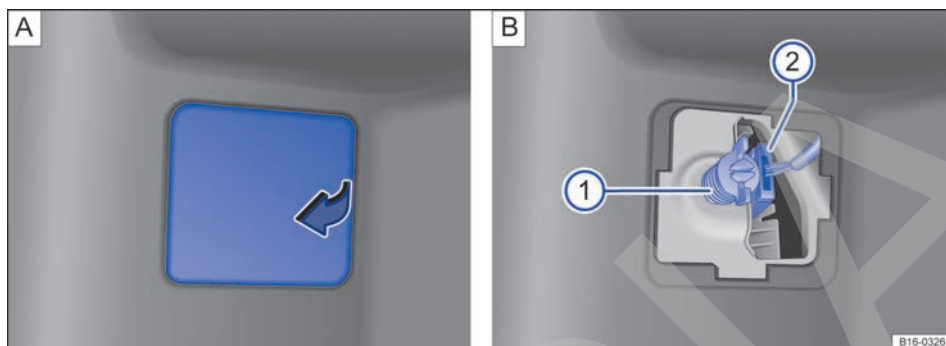

Fig. 194 En un lateral del maletero: **A** Apertura de la tapa del guarnecido lateral trasero; **B** Desmontaje del grupo óptico trasero.
3.	Retire la tapa del guarnecido lateral trasero → fig. 194 A .
4.	Desenrosque el tornillo de fijación del grupo óptico trasero → fig. 194 B  y extraiga el grupo óptico de la carrocería con cuidado. Al hacerlo, desacople el conector → fig. 194 B  .
9.	Con una mano sostenga el grupo óptico en la posición de montaje y con la otra apriete el tornillo de fijación → fig. 194  ①.